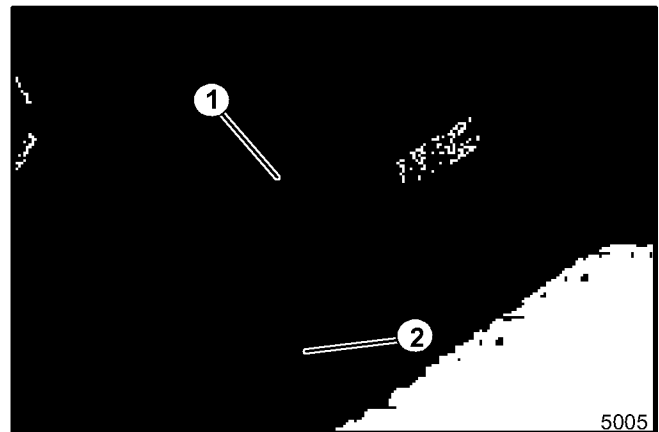

Abbildung 2. Anbau der Handgriffstange am Rahmen
3. Handgriff mit zwei 1/2–13 x 1 Flanschsicherungsschrauben und Sicherungsscheiben und den Anbauteilen befestigen (siehe Abbildung 2).
4. Die seitlichen Stützen an der Handgriffstange mit zwei 3/8–16 x 1 Flanschsicherungsschrauben und Flanschsicherungsmuttern befestigen. Die Stützen mit zwei 3/8–16 x 1 Flanschsicherungsschrauben am Rahmen befestigen (siehe Abbildung 2).